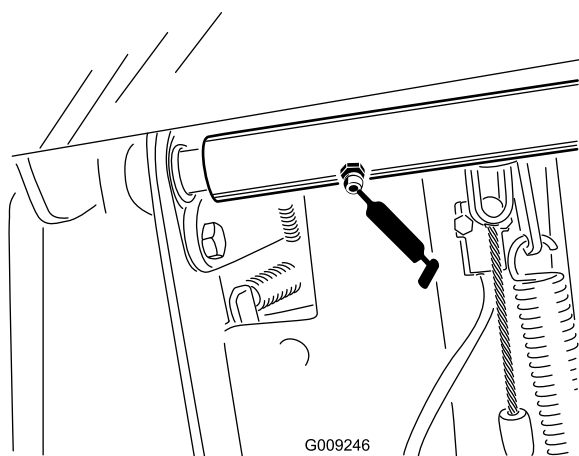

Figura 36
- Bielas do veio de articulação do pedal de travão (2) (Figura 36)